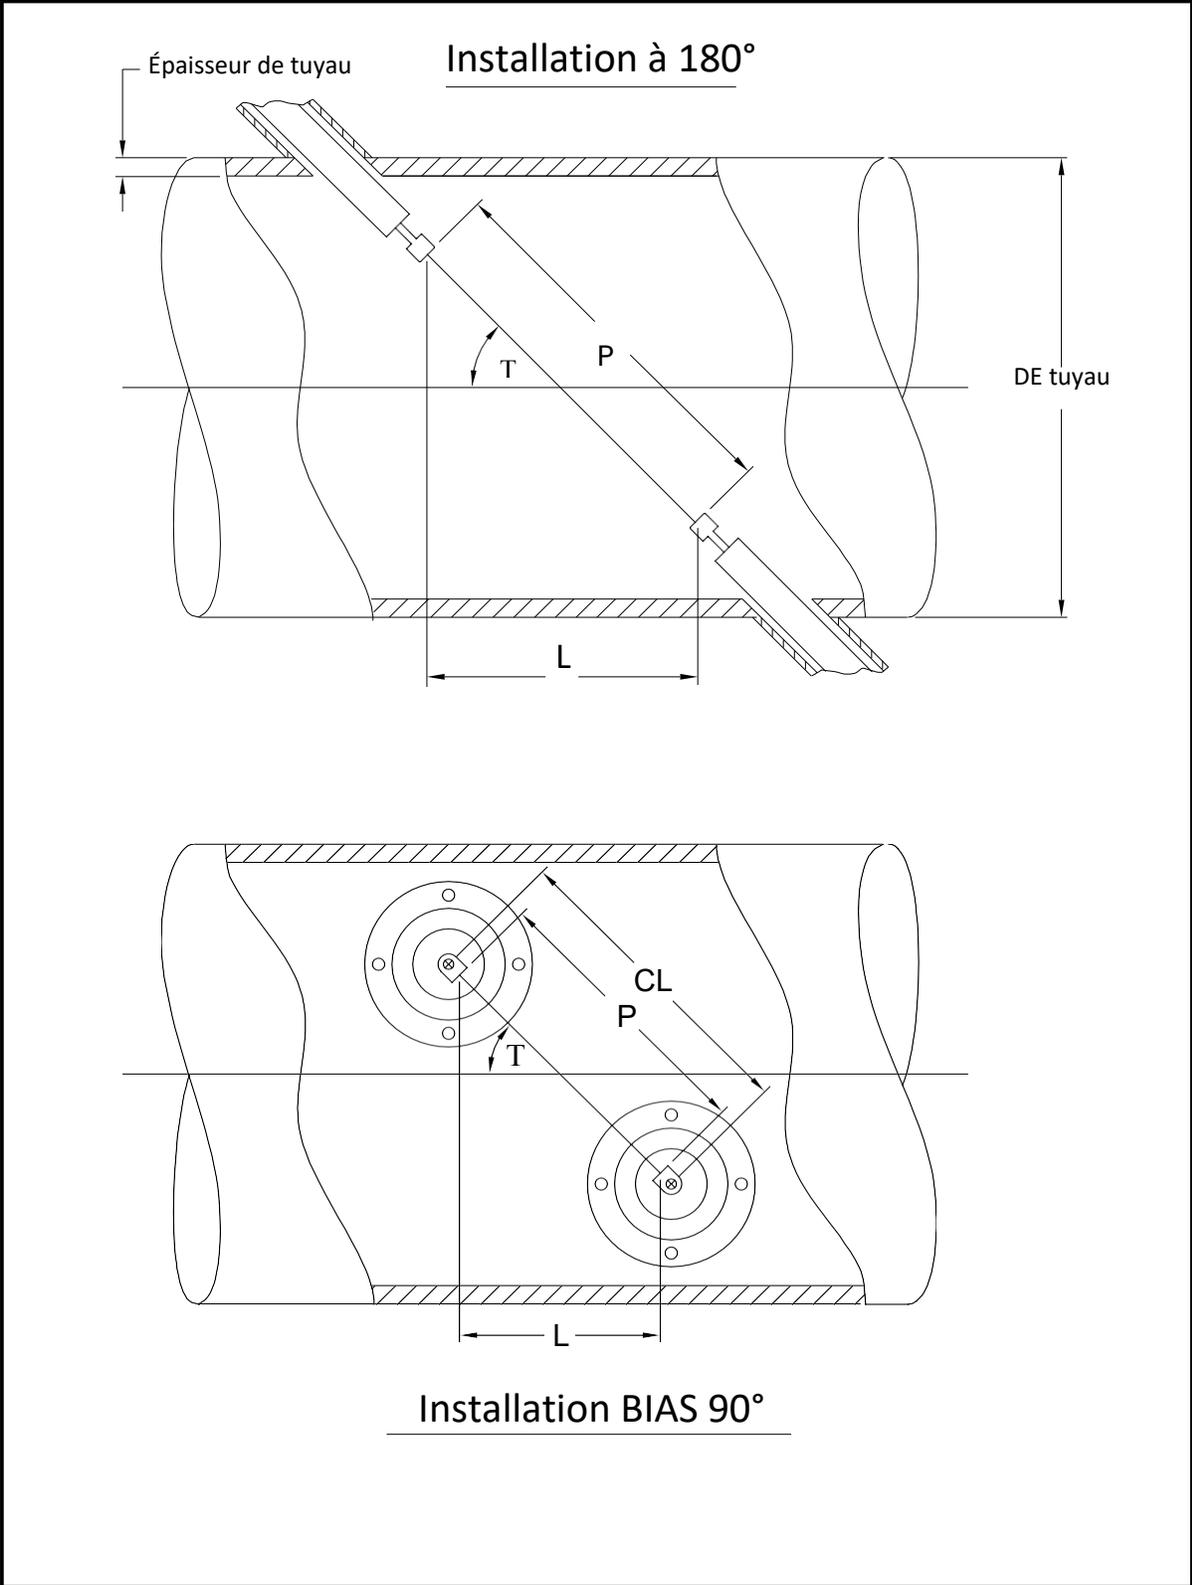

Figure 22 : Vue de dessus des installations de transducteurs typiques
La précision des valeurs P et L programmées est essentielle pour des mesures précises du débit. Si Panametrics fournit la manchette à brides pour le système, les valeurs correctes seront incluses dans la documentation fournie avec le système. Pour les transducteurs installés sur une conduite existante (voir Figure 22 à la page 68), P et L doivent être mesurées sur site. Cette annexe fournit des instructions pour déterminer correctement ces dimensions.
Dans la mesure du possible, mesurez physiquement la distance face à face (P) et la distance axiale (L) entre les centres des faces plates des transducteurs. Reportez-vous à la Figure 22 à la page 68 pour une illustration des distances appropriées à mesurer, dans une installation typique.
Avec une installation de transducteur en BIAS 90° t, il arrive parfois que les seuls paramètres connus soient l'angle du transducteur (θ) et la distance médiane entre les boîtiers de transducteur (CL). Dans ces cas, il est toujours possible de calculer P et L en combinant l'équation C-1 avec l'équation supplémentaire C-2 (voir Figure 22 à la page 68) :